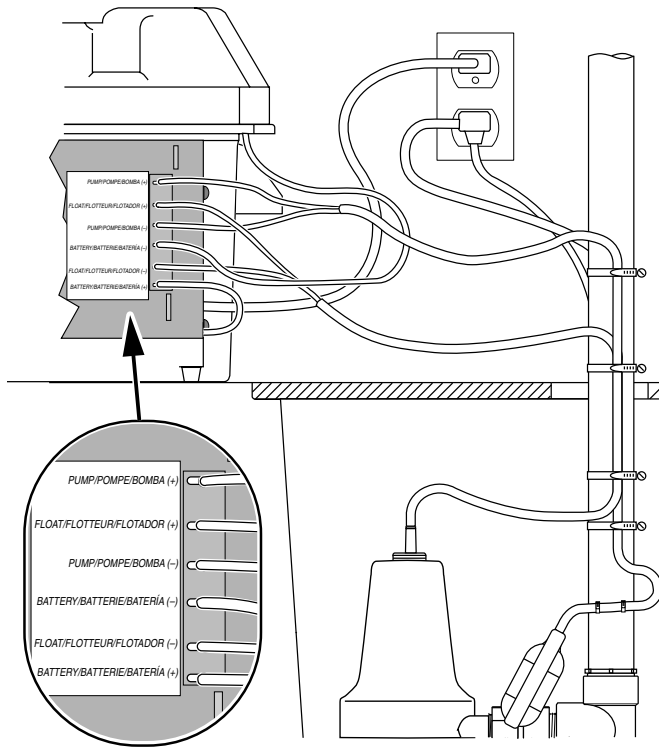

Figure 11 – Branchements électriques du FG200-A1
1. Brancher le chargeur comme il est illustré dans le Tableau IV et à la Figure 11.